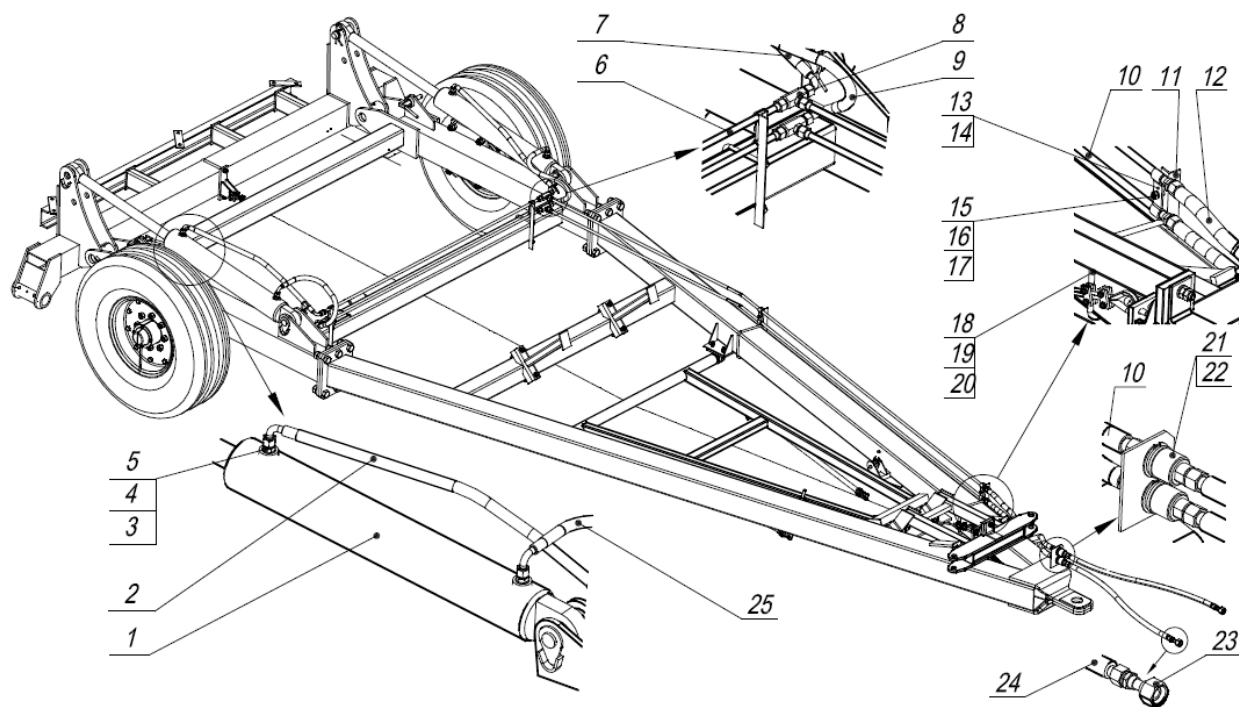

Рис.11 Гидросистема СГВ 05.000-01
2.1.9 Гидросистема бороны (рис.11) служит для подъема и опускания рабочих органов на развороте, а также при переводе бороны в транспортное положение. Гидросистема состоит из двух гидроцилиндров 1, соединяющих раму дышла с центральной балкой, трубопроводов 6,10, рукавов высокого 2,7,9,12,24,25 соединительной гидроарматуры, держателей 11 и болтокрепежа (для закрепления гидротрассы).